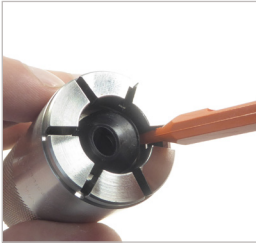

Abbildung 9
- ▶ Untergraben Sie die Frontdichtung (Pos. 7) mit dem WEH® O-Ring-Picker Art. Nr. E98-101969 und entnehmen Sie ihn aus dem Einstich (*Abbildung 9*).